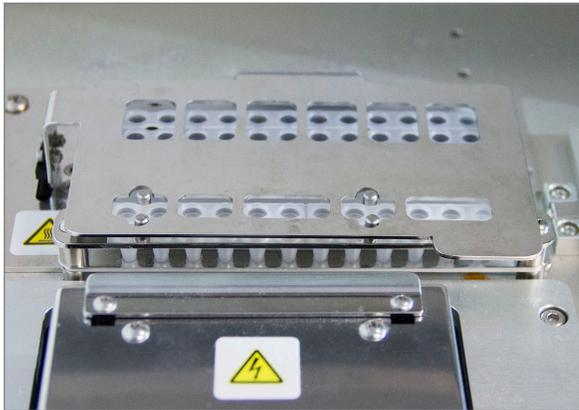

FIGURA 5.23: Tampa fechada sobre os tubos
- a. Feche bem a tampa sobre os tubos (FIGURA 5.23).